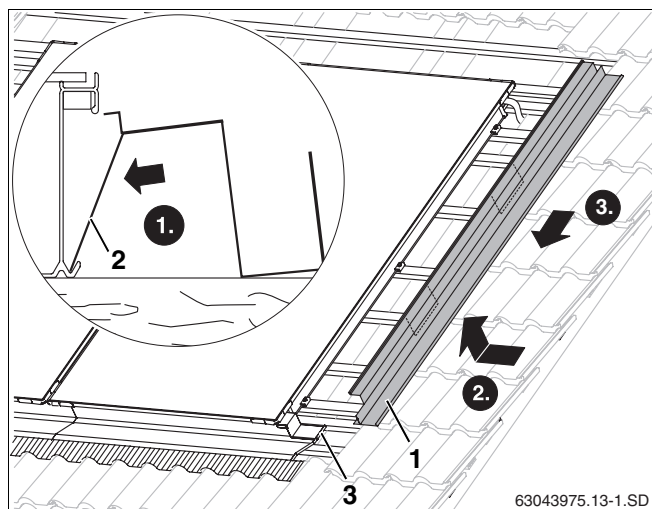

Fig. 49 Montage de la tôle de recouvrement droite latérale
- Placer les tôles d'appui (fig. 49, **pos. 2**) dans le bord inférieur du capteur.
- Insérer les bords supérieurs des tôles de recouvrement latérales droite et gauche (fig. 49, **pos. 1**) dans la rainure du capteur et glisser sur la tôle de recouvrement inférieure.
- Pour fixer, appuyer contre le recouvrement << rainure-langnette >> des deux tôles (fig. 49, **pos. 3**).